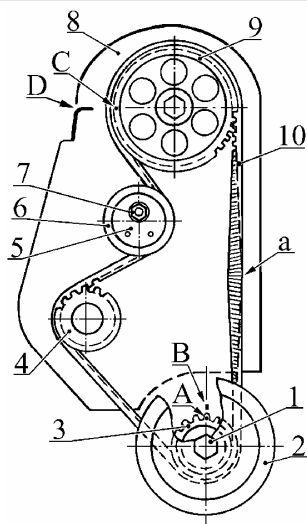

Рис.7. Детали привода распределительного вала:
4.1.10 Завернуть болт крепления демпфера и, поворачивая за него коленвал, совместить метку 1, рис.6, маховика с нулевой меткой шкалы 2. При этом метка "А", рис. 7, зубчатого шкива коленвала должна совпасть с меткой "В" на корпусе масляного насоса, а метка "С" шкива 9 распределительного вала должна совпасть с меткой "Д" на крышке 8 защитной задней (ключ кольцевой 19).
4.2.1 Проверить совпадение меток "А" и "В", "С" и "D", рис.7. При необходимости совместить их согласно п. 3.3.1.9.
4.2.6 Включить четвертую передачу в КП и вывернуть болт 1, рис.7, крепления демпфера коленчатого вала (ключ кольцевой 19).